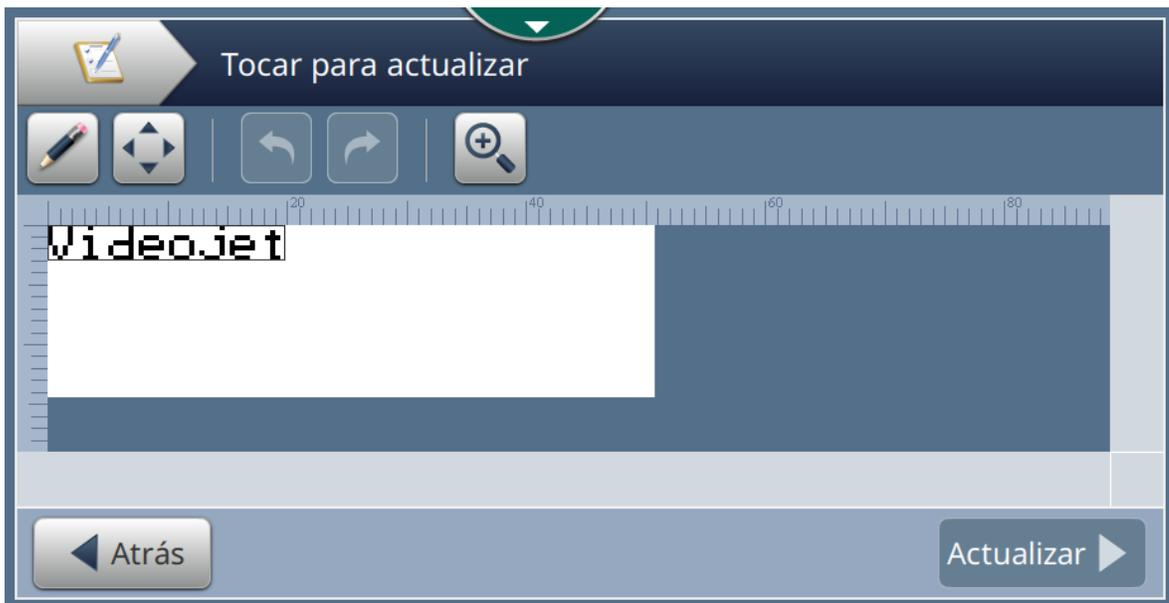

Figura 5-20: Editor de trabajos
como se muestra en la Figura 5-20.
- Para cambiar la ubicación del campo, selecciónelo y, a continuación, pulse el botón  como se muestra en la Figura 5-20.